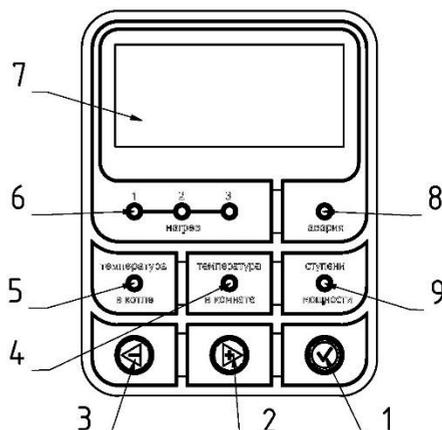

Рис. 5 Панель управления
- ✓ Плавкий предохранитель (12) предназначен для защиты от короткого замыкания в цепи управления.
- ✓ Силовые платы (22) осуществляют подключение блок-ТЭНов к сети переменного тока.
- ✓ Набор зажимов (18), предназначен для подключения циркуляционного насоса (опция) и/или стабилизатора напряжения (опция).
- ✓ Клеммные зажимы (автоматические выключатели) (13) предназначены для подключения подводящих фазных проводов L1, L2, L3.
4.8 Состояние работы прибора отражается на панели управления (Рис. 5). Панель управления содержит следующие элементы:
- ✓ Дисплей (7) отображает параметры работы прибора.
- ✓ Индикатор «нагрев» (6) показывает, сколько ступеней мощности (от 1-ой до 3-х) включено и работает в данный момент.
- ✓ Индикатор режима отображения температуры теплоносителя в приборе (5).
- ✓ Индикатор режима отображения температуры воздуха в помещении (4).
- ✓ Индикатор режима отображения количества разрешённых для включения ступеней мощности (9).
- ✓ Кнопка уменьшения показаний (3) / прокрутки меню (⇐).
- ✓ Кнопка увеличения показаний (2) / прокрутки меню (⇒).
- ✓ Кнопка выбора (1) / входа в меню (✓).
- ✓ Индикатор «Авария» (8) загорается при аварийном выключении прибора. На дисплей выводится код аварии, по которому можно определить причину аварийного выключения. (см. подробнее коды неисправностей в Таблице №2).